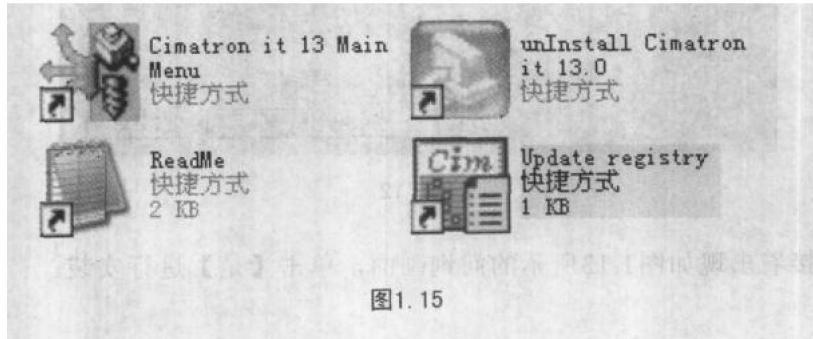

图1.15
(15) 主内容安装完成以后，系统在【开始】菜单中的程序文件夹下自动建立第11步所命名的子文件夹(本例为Cimatron 13)，随后又在该子文件夹中产生4个文件，如图1.15所示。